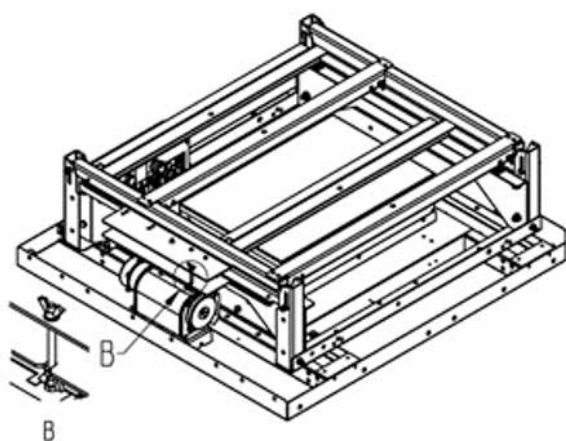

図1：格納状態
- 1 図1 格納状態からDETAIL Bの蝶ネジを緩め、ロックを外してください。